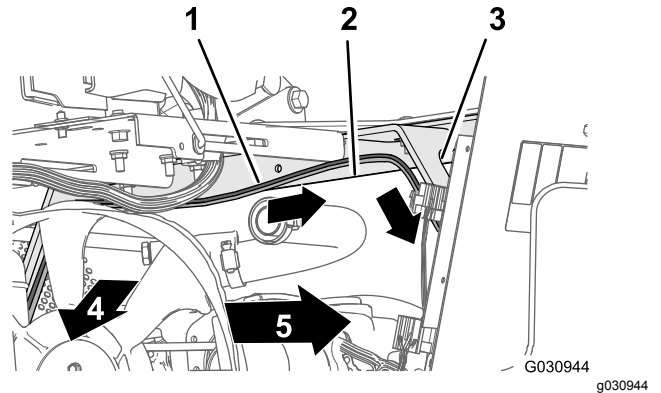

Figura 137
2. Enrute la rama de 165 cm del arnés de cables a través del ángulo de la caja del asiento y hacia abajo por el soporte izquierdo de la cubierta del motor (Figura 137).